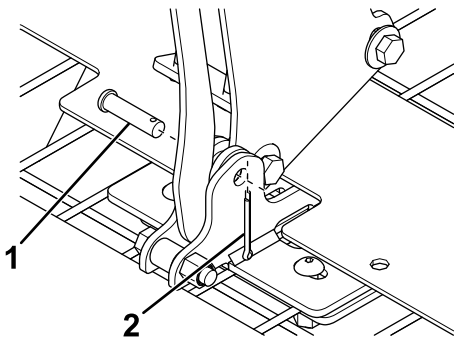

**Figure 21**
3. Soulevez un couvercle sur l'épandeur et placez-le à la verticale, comme montré à la Figure 21.
4. Alignez les fentes des glissières et les trous dans les pattes de montage (Figure 21).
5. Glissez les galets sur les glissières jusqu'à ce qu'ils soient en face des trous dans les pattes de montage (Figure 21).